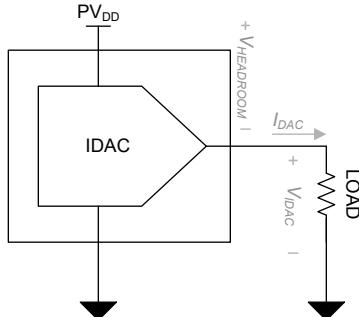

図 8-2. IDAC の消費電力
- IDAC チャネルの消費電力は、PVDD の電源電圧、電流出力、IDAC ピンの電圧 (VIDAC) の関数です。ヘッドルーム電圧 (VHEADROOM) は、PVDD と VIDAC の差として計算されます。VHEADROOM を最小限に抑えて、デバイスの消費電力を低減し、最小 VHEADROOM 要件も満たします。VHEADROOM が指定された電圧よりも低い場合、IDAC 出力はフルスケール電流出力をソースできません。図 8-2 に、出力電流の方向と、消費電力に影響を与える主要な電圧を示します。IDAC 出力は、出力電流に VHEADROOM 電圧を乗算した値に比例して消費電力に寄与します。